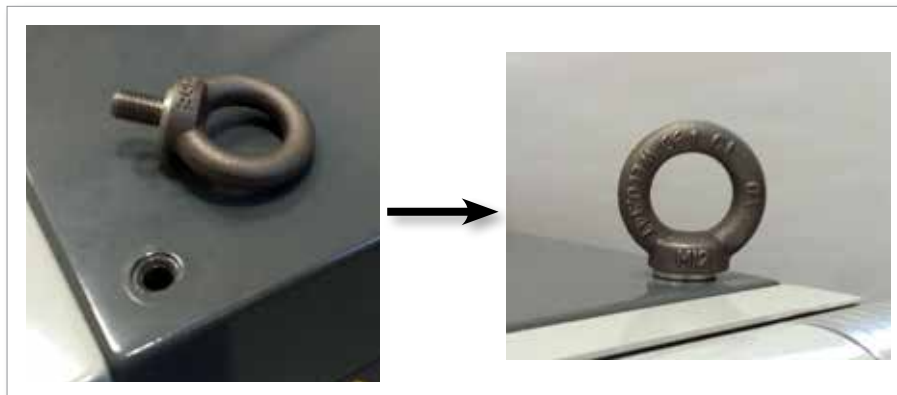

Figura 3-10 Installazione di golfari e rondelle
6. Assemblare i golfari e le rondelle e installarli nei fori sulla parte superiore dell'unità di controllo E-Multi. Vedere la Figura 3-10.